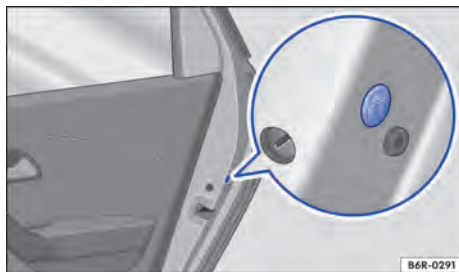

Fig. 60 Na porta traseira: travamento de emergência, coberto por uma vedação de borracha.
- Remover a vedação de borracha **🔒** na lateral da porta → Fig. 60.